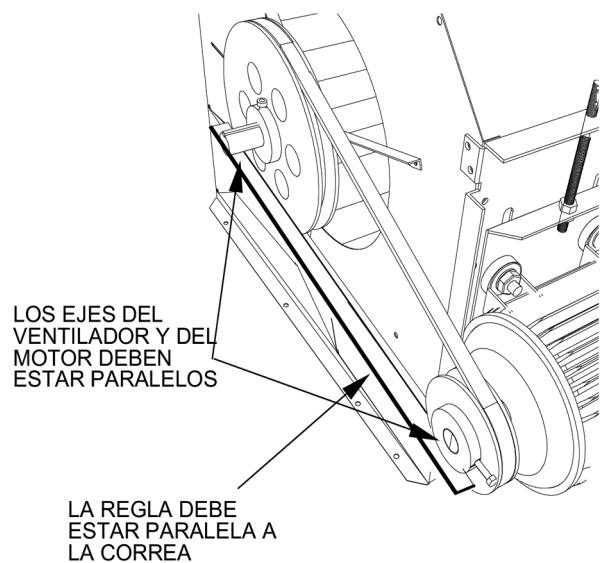

Fig. 13 - Alineación y Ajuste del Ventilador del Evaporador
3. Alinee el ángulo aflojando el motor del plato de montaje (Fig. 13).